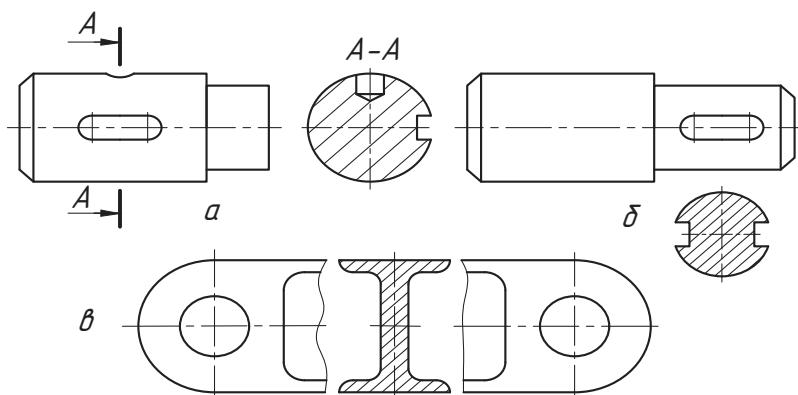

Рис. 78. Вынесенные сечения
- ◆ непосредственно в проекционной связи (рис. 78, *a*);
- ◆ на продолжении линии сечения (если предмет симметричен). При этом линию сечения показывают штрихпунктирной линией (рис. 78, *б*).
- ◆ в разрыве между частями вида; при этом условный разрез на виде ограничивают тонкой волнистой линией (рис. 78, *в*).
Если фигура сечения симметричная, то вынесенное сечение может располагаться на продолжении линии сечения, которую показывают штрихпунктирной линией. Стрелками и буквами такое сечение не обозначают (см. рис. 78, б, в).